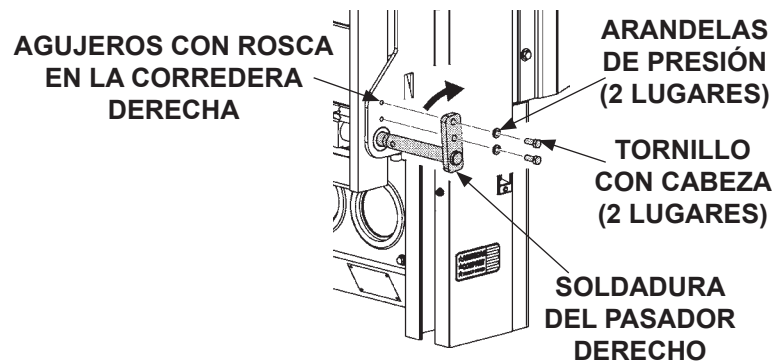

FIG. 25-2
8. Rote la plataforma derecha y el pasador en la corredera hacia las manecillas del reloj para alinear los agujeros del pasador con los agujeros con rosca en la corredera derecha (**FIG. 25-2**).
9. Asegure la plataforma derecha y el pasador en la corredera, como se muestra en **FIG. 25-2**.